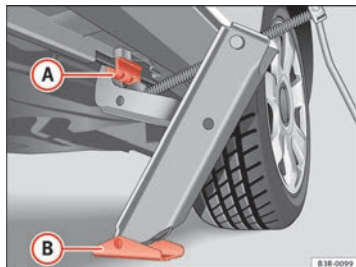

Abb. 181 Radwechsel:
- Richten Sie den Wagenheber so aus, dass seine Klaue in den Steg des Unterholms greift ⇒ Abb. 181 A und die bewegliche Grundplatte B plan auf dem Boden aufliegt.